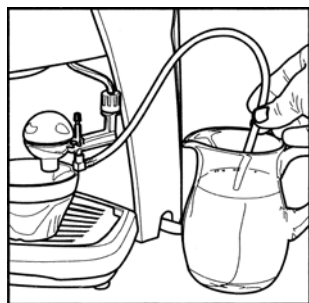

図33
- ・ (図 33) ミルクチューブをミルクの液面に深く差し込んでください。